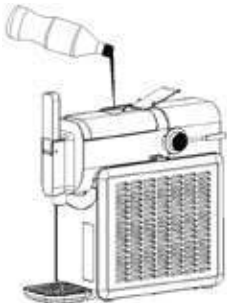
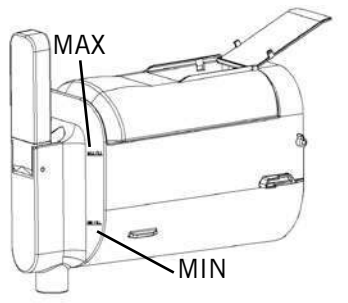

Fig. 5
Fig. 6
2. Abra la tapa del recipiente de mezclado y vierta lentamente la cantidad necesaria de líquido (fig. 5). Al hacerlo, tenga siempre en cuenta la marca mín. y máx. (fig. 6). Si añade poca cantidad de líquido, no se mezclará lo suficientemente bien. Si añade demasiado líquido, puede derramarse.